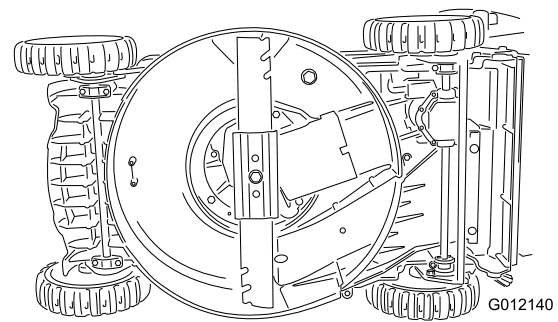

Figura 23
2. Coloque la máquina de lado (Figura 23), con la varilla de aceite hacia abajo.